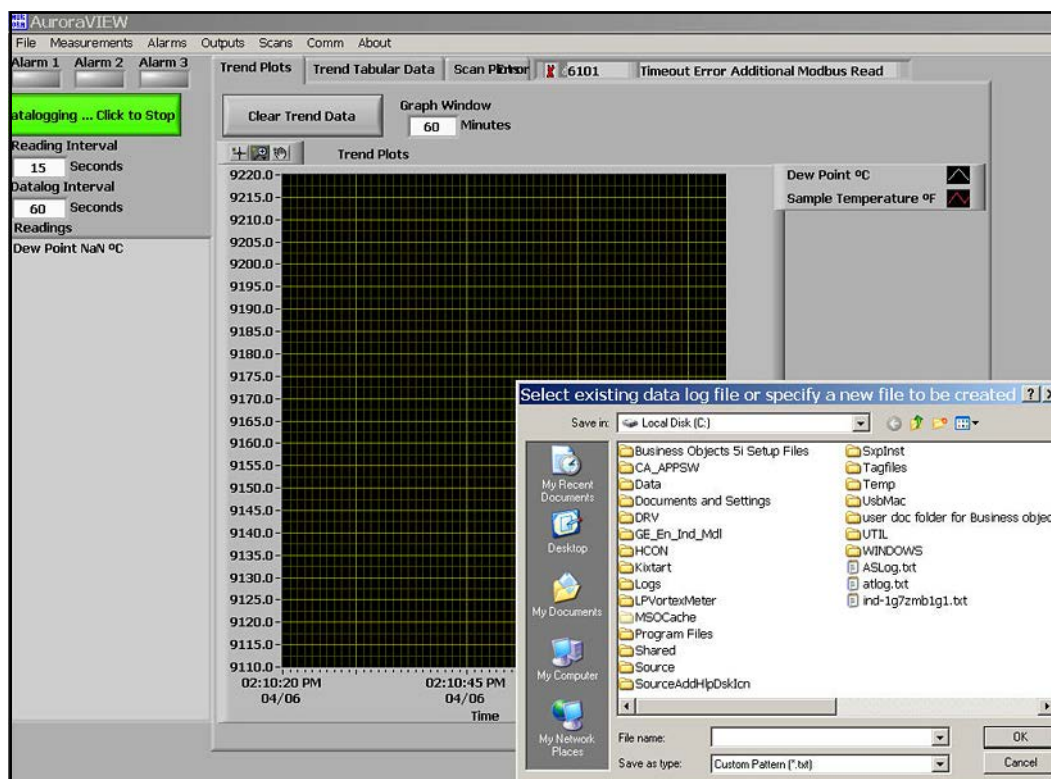

図 72: AuroraView によるデータのロギング
1. メインビュー（以下の図 72 を参照）で **Click to Datalog**（クリックでデータをロギング）ボタンをクリックします。